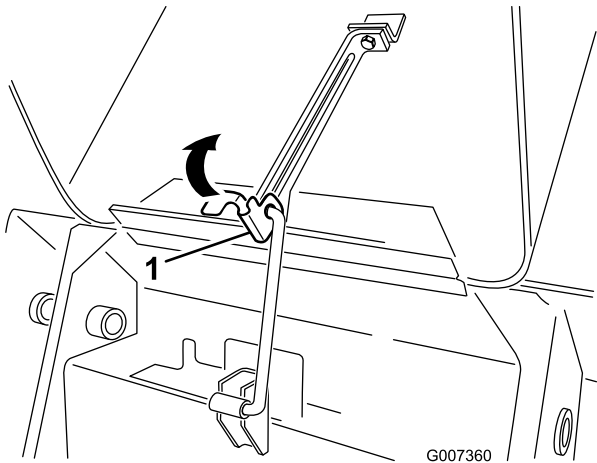

Figura 27
1. Levante la pestaña que sujeta la varilla de soporte (Figura 27).